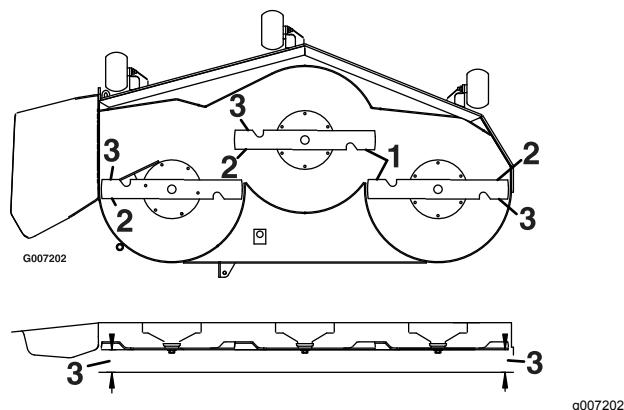

Figura 61
4. Mida entre los bordes de corte exteriores y la superficie plana (Figura 61).